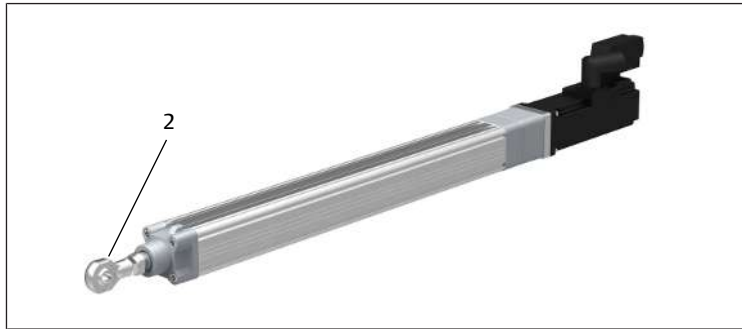

图 8: 将万向接头固定在推管上
2. 将 U 形接头或万向接头 (2) 固定在推管上。参见 → 图 8。